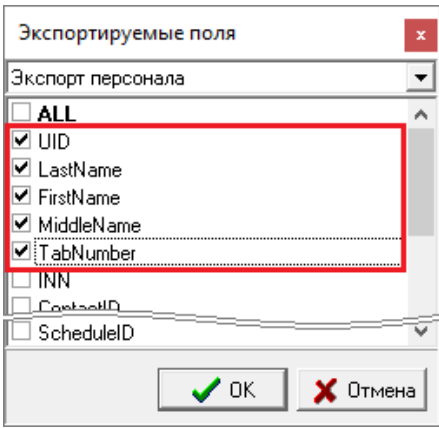

Рисунок 14-36 Выбранные для экспорта персонала поля
- выберите поля, которые необходимо экспортировать (см. Рисунок 14-36) для выбранных объектов (см. п. 14.5.3.2.3).